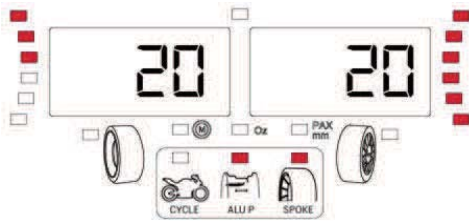

Figure 29c
8. Gire lentamente la rueda con la mano hasta la posición de aplicación del peso (**Fig. 29c**).